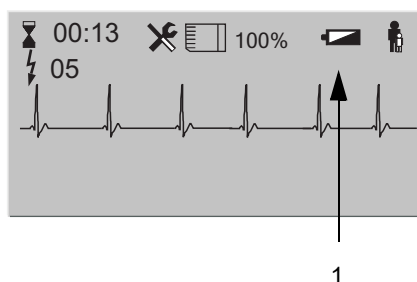

Fig. 3.1 Mise en place de la pile
1. Insérer la pile dans l'appareil tel qu'illustré sur la fig. Fig. 3.1. Veiller à ce qu'elle s'enclenche correctement.
3. Vérifier le symbole de la pile sur l'affichage. Si la pile est trop faible, le symbole représentant une batterie (1) est affiché à l'écran.